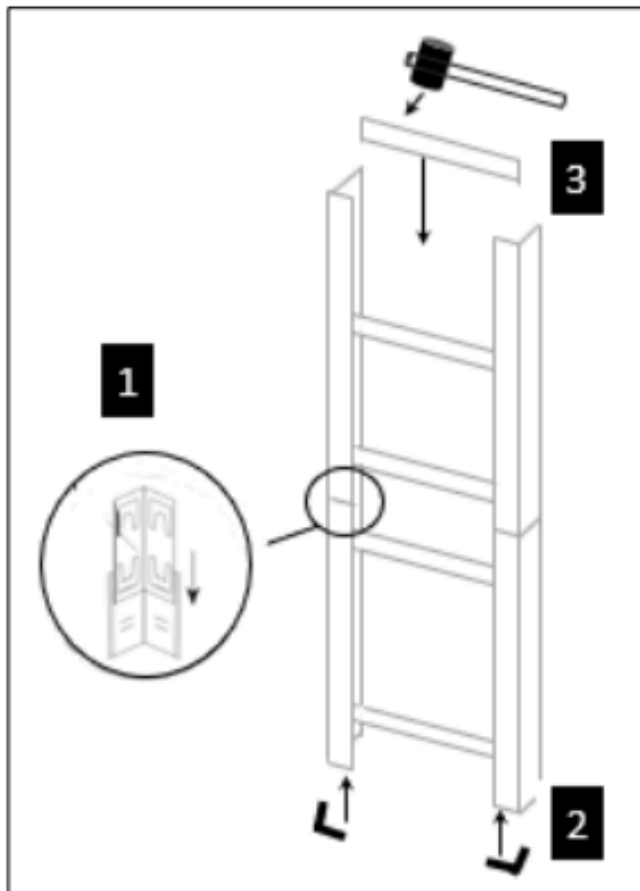

Abbildung 2
- **Schritt 1:** Verbinde jeweils zwei Seitenprofile (Bauteile D) mit einem Verbindungsstück (Bauteil E). Wiederhole den Vorgang 4x, um die 4 langen Seitenteile zusammenzubauen (siehe Abbildung 2).
- **Schritt 2:** An den Füßen der 4 Seitenteile jeweils eine Kunststoffkappe (Bauteile G) anbringen, damit Du beim weiteren Aufbau den Boden nicht zerkratzt (siehe Abbildung 2).